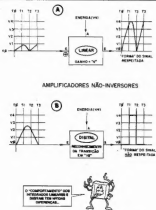
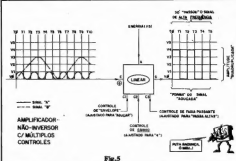
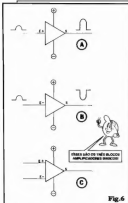

Fig. 1
Fig.5
Fig. 6
- FIG. 1 - A DIFERENÇA BÁSI-
- FIG. 1-A - Gráfico de "formas de sinal" relativas a um bloco LINEAR básico. Note que o bloco tem os acessos "mínimos" necessários: alimentação, ENTRADA e SAÍDA..., tratando-se, no caso, de um mero AMPLIFICADOR NÃO-INVERSOR (que não "inverte" a polaridade ou "sentido de crescimento" do sinal ou nível aplicado à sua ENTRADA, portanto...), com ganho (fator de amplificação pré-determinado em "4" (os níveis aplicados à ENTRADA ficam, ao "passar" pelo bloco, quatro vezes maiores, dentro de rigorosa proporcionalidade...)). Note que as subdivisões horizontais do gráfico se referem a intervalos de TEMPO (T_0 , T_1 , T_2 , etc...), enquanto que as divisões verticais parametrizam níveis de TENSÃO (V_0 , V_1 , V_2 , etc...). Observe, então, os "envelopes" ou formatos dos sinais presentes na ENTRADA e na SAÍDA do bloco: o "desenho" ou "forma" do sinal está, na SAÍDA, repetido com relação aos parâmetros da ENTRADA... No TEMPO também o sinal não sofre nenhum "alongamento" ou "retardamento"... A única modificação que o bloco efetuou sobre o sinal foi "ampliá-lo" por um fator de 4 ou seja: seus níveis momentâneos de TENSÃO (em cada "momentinho" do sinal...) ficaram 4 vezes
FIG. 1-B - Gráficos de sinal relativos a um bloco DIGITAL básico... Conforme já dissemos, um bloco DIGITAL básico pode ser considerado como um "amplificador radical", tipo "tudo ou nada". A sua principal característica é a óbvia não linearidade ou não proporcionalidade momentânea! O bloco/exemplo tem os mesmos três acessos básicos (alimentação, ENTRADA e SAÍDA) e a mesma condição não-inversora vista no gráfico anterior, porém o seu "comportamento" é... radical. Estabelecido previamente que o "ponto de transição" para o "reconhecimento" do sinal presente na ENTRADA, está no nível de TENSÃO V2, notem que a meia senóide, na forma de uma suave "onda" que sobe e desce em rampas "maneiras" (presente na ENTRADA), "vira" uma abrupta e nítida forma retangular na SAÍ-
Notem uma coisa importante: em ambos os exemplos da fig. 1, o nível máximo "alcançável" pelo sinal na SAÍDA corresponde ao próprio nível de TENSÃO da ali-
FIG. 2 - BLOCO LINEAR AMPLIFICADOR NÃO-INVERSOR, COM ACESSO DE CONTROLE OU "PROGRAMAÇÃO" DO GANHO... Quando mostramos o exemplo básico do bloco da fig. 1-A, dissemos - apenas para fixar os parâmetros do tal exemplo - que o ganho (fator de amplificação de TENSÃO...) do dito bloco estava situado em "4"... Na prática, contudo, os blocos desse gênero (Integrados Lineares Amplificadores) costumam apresentar pelo menos um "acesso" extra, destinado justamente à programação "externa" do ganho ou fator de amplificação... No diagrama da fig. 2 esse acesso é representado pelo terminal "C", através do qual, via arranjo externo (que estudaremos com detalhes em futuros "Aulas" e "Lições...") podemos - dentro de certa faixa - determinar "o quanto" vai ser amplificado o sinal... Se ajustarmos
tal ganho para um fator "2", os gráficos de ENTRADA e SAÍDA mostram o que ocorre com o sinal aplicado ao bloco... Enquanto na fig. 1-A a amplitude do sinal era quadruplicada, agora esta é duplicada... Notem que no instante T3, com o nível de ENTRADA atingindo V1, a SAÍDA mostra um nível V2 (duas vezes maior...). Nos momentos T0 e T4, quando o nível do sinal de ENTRADA está em "zero", nesse mesmo nível nulo se manifesta o sinal na SAÍDA... Já ao longo de toda a "rampa" de "subida" e de "descida" do sinal de ENTRADA, a amplificação se mostra proporcional, com o que o "envelope" ou "forma" do sinal, na SAÍDA, fica "igual, porém maior" do que o aposto à ENTRADA... Observem ainda aquele sinalzinho de (+) junto ao terminal "E" de ENTRADA, fazendo a indicação de que o bloco é NÃO-INVERSOR (quando o sinal "sobe" na ENTRADA, também o faz na SAÍDA, quando "desce" na ENTRADA, faz o mesmo na SAÍDA...). É bom que o Leitor "Aluno" fixe bem as características desse bloco/exemplo, já que o AMPLIFICADOR LINEAR NÃO-INVERSOR COM PROGRAMAÇÃO DE GANHO é o "básico dos básicos", dentro da sua "raça"...
- FIG. 5 - BLOCO AMPLIFICADOR LINEAR COM DIVERSOS CONTROLES EXTERNAMENTE ACESSÍVEIS (GANHO, "FORMATO" DO SINAL E FAIXA "PASSANTE" DE FREQUÊNCIAS DO SINAL...) - As possibilidades de acesso e controle externo (quase sempre efetuado com o auxílio de componentes discretos acoplados...) das "nuances" funcionais de um bloco LINEAR não ficam por aí... O diagrama/exemplo mostra que com mais um terminal de controle (C3) podemos, com a ajuda sempre de conjuntos R-C cuidadosamente calculados, "filtrar" o funcionamento do bloco, de modo inclusive a condicionar a passagem de sinais apenas se eles estiverem dentro de determinada faixa de frequências...! Observem com atenção, notando que o ganho foi programado em "4" (via terminal de controle C2), a forma do sinal foi induzida a um "agudamento" (via terminal C1), enquanto que a "faixa passante" foi situada em "apenas altas frequências" (via acesso C3). Praticamente todas essas "parametrizações" são feitas - na prática - com Resistores e/ou Capacitores ex-
co/exemplo da fig. 5 dá uma idéia básica das razões dos Integrados - na prática - apresentarem "tantos" pinos e "pernas"...! Enfim, "eles" ficariam "específicos demais" se mostrassem apenas os acessos elementares (ENTRADA, SAÍDA e Alimentação...)! Quanto mais controles e acessos externos para determinar "suavidades" funcionais tivermos num Integrado, na verdade mais versátil o "bichinho" será, já que poderemos tranquilamente "tendenciar" seu funcionamento em vários sentidos, com o uso de componentes discretos externamente acoplados e cuidadosamente calculados! É aí que reside toda a maravilha da "raça" dos LINEARES: a relativamente ampla possibilidade que temos de intervir no seu funcionamento (embora "ele" seja um bloco circular quase que completo em si próprio...)! A propósito, num bloco DIGITAL, essas "intervenções" quase sempre não podem ser executadas (e, quando podem, o são por métodos radicalmente diferentes, conforme estudaremos quando for oportuno...)!
- FIG. 6 - OS AMPLIFICADORES OPERACIONAIS - Na verdade, todos os blocos/exemplos mostrados da fig. 1 até a fig. 5 (fora o diagrama 1-B...) constituem módulos de AMPLIFICADORES OPERACIONAIS típicos! Chamamos de AMPLIFICADOR OPERACIONAL (ou ainda pela abreviação "Amp Op", ou mesmo por "Op Amp"; resultado da abreviação do termo em inglês...) aos blocos amplificadores multifunção, dotados de certo número de acessos e controles externos, basicamente destinados a "manipular" o nível de Tensão do sinal aplicado. Idealmente apresentam **ganho** (fator de amplificação) intrínseco **muito alto**, faixa passante de frequências **bastante ampla**, faixa de Tensões de Alimentação também relativamente ampla, uma (ou duas...) ENTRADA, uma SAÍDA, terminais de alimentação (simples ou "dupla" - detalhes mais adiante...) e eventuais acessos para controle do sinal, do ganho, de faixa passante, etc. Nos diagramas, universalmente os Amp. Op. são simbolizados com a estrutura triangular vista na figura...
- FIG. 6-A - Diagrama estrutural de um AMPLIFICADOR OPERACIONAL NÃO INVERSOR... A única ENTRADA ("E" +) recebe o nível ou sinal que - por sua vez - surge na SAÍDA sem inversão de fase ou de polaridade ("sentido"...) e, depois de devidamente "manipulado" em ganho (e eventualmente - em outros parâmetros...). Alguns pontos importantes a considerar:
- FIG. 6-B - Diagrama simbólico de um AMPLIFICADOR OPERACIONAL INVERSOR... Em **todo** idêntico ao bloco não-inversor, com a única e óbvia diferença de... INVERTER a polaridade, a fase ou o "sentido" de "subida/descida" do sinal aplicado à sua ENTRADA. Valem, aqui, todos os pontos e considerações relativos ao bloco **não-inversor** quanto às possibilidades de controles externos do ganho, da forma do sinal, da faixa de frequências "passante" e dos limites teóricos de excursão do nível do sinal, na SAÍDA...
- FIG. 6-C - Diagrama do "verdadeiro" AMPLIFICADOR OPERACIONAL... Este, na prática, para maior funcionalidade e versatilidade aplicativa, quase sempre é dotado de DUAS ENTRADAS, sendo uma INVERSORA ("E-") e uma NÃO-INVERSORA ("E+"). Notem que cada uma das duas ENTRADAS funciona exatamente conforme foi descrito nos exemplos específicos anteriores. Entretanto, a eventual utilização **simultânea** das suas duas ENTRADAS leva a um interessante conjunto de fenômenos e características, que devem ser assimilados pelo Leitor! "Ahno", desde já!